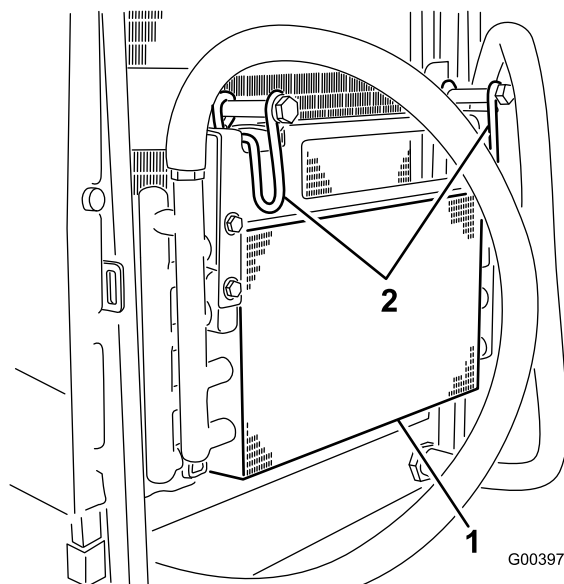

Figura 69
5. Articule os trincos para dentro para libertar o arrefecedor do óleo (Figura 69).